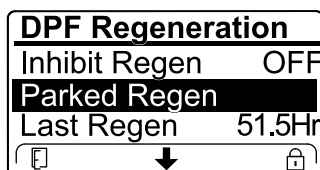

Figura 42
- Se o computador do motor pedir uma regeneração de recuperação ou se estiver a processar uma regeneração de recuperação e percorrer a opção REGENERAÇÃO EM ESTACIONAMENTO, a regeneração em estacionamento bloqueia e o ícone de bloqueio (Figura 42) surge no canto inferior direito do InfoCenter.